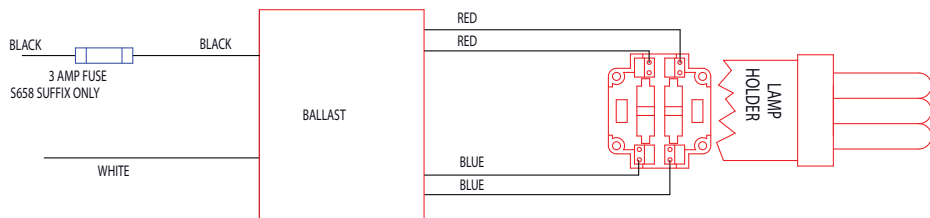

Figure 2
1. Suspendez le boîtier du ballast sur le crochet de charnière du module du couvercle. Voir la figure 2.
3. Suspendez le boîtier du ballast sur le crochet de charnière du module du couvercle. Voir la figure 2.
4. Branchez les câbles d'alimentation aux fils conducteurs (ou bornes) du luminaire selon les schémas de câblage à l'aide de méthodes conformes à tous les codes qui s'appliquent. Voir la figure 2. Serrez toutes les connexions électriques.